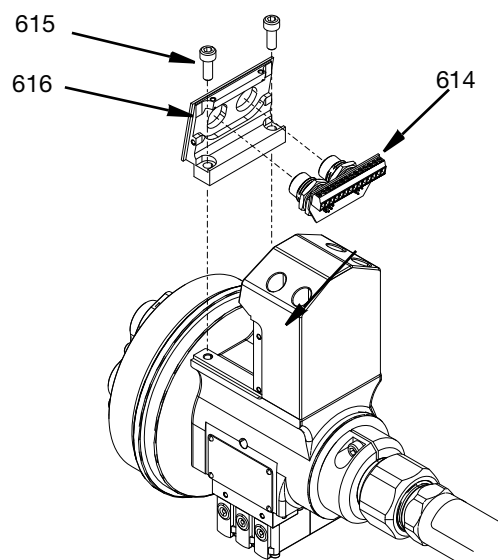

ABB. 38
7. Schließen Sie die Kabelanschlüsse des Magnetventils (617) und, falls vorhanden, die Sensordrähte des Widerstandstempersensors (609) und/oder des Druckwandlers (610) an den Doppelkabelanschluss (614) an. Siehe **5-polig - kein Sensor für 25T991 und 25T994** auf Seite 47 und **5-polige und 8-polige Anschlüsse für Temperatur- und Drucksensoren. Modell-Nr. 25T992, 25T993, 25T995 und 25T996** Seite 48.
8. Installieren Sie den Doppelkabelstecker (614) in der Doppelsteckerhalterung (616) und ziehen Sie die Muttern fest. Tragen Sie ein Gleitmittel auf und befestigen Sie die Steckerhalterung mit zwei M5 Innensechskant-Schrauben (615) an der Drehgelenkgehäusebaugruppe (511) und ziehen Sie sie mit einem Drehmoment von 6,5 N•m (57,5 in-lbs) an. Siehe ABB. 38.